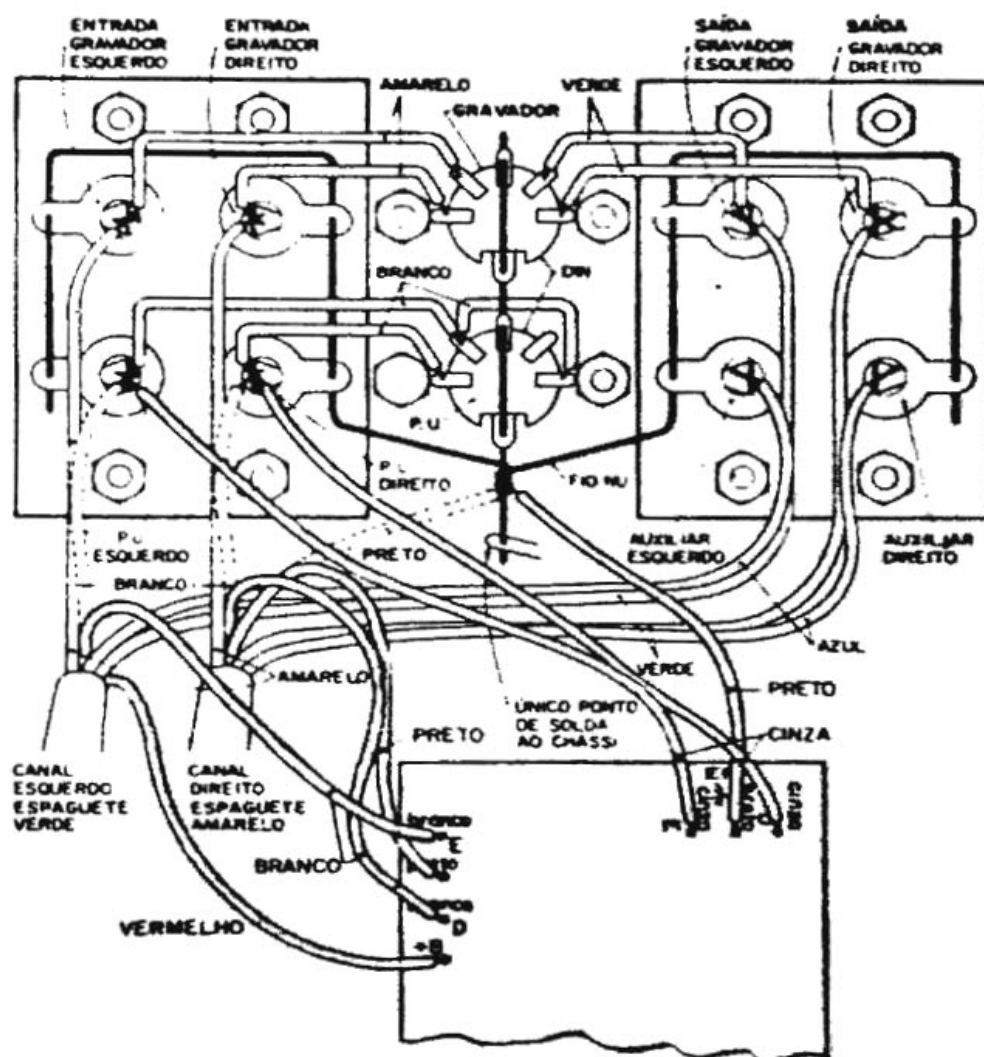

Figura 5 — Interligações a serem feitas entre o M-204 e o M-320.
- 2 — Solde o cabo branco do chicote verde ao ponto indicado por "branco E"; cabo preto do chicote amarelo, ao ponto indicado por "preto" e situado à esquerda da placa impressa. Oriente-se pela figura 5.